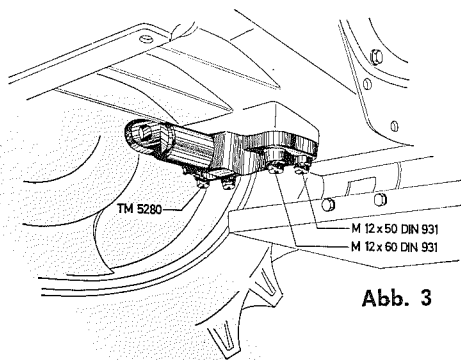

Abb. 3
1. Der **hintere Lagerbock** TM 5280 wird durch 2 Sechskantschrauben M 12×50 und durch 2 Sechskantschrauben M 12×60 am hinteren Getriebeunterteil angeschraubt (Abb. 3).